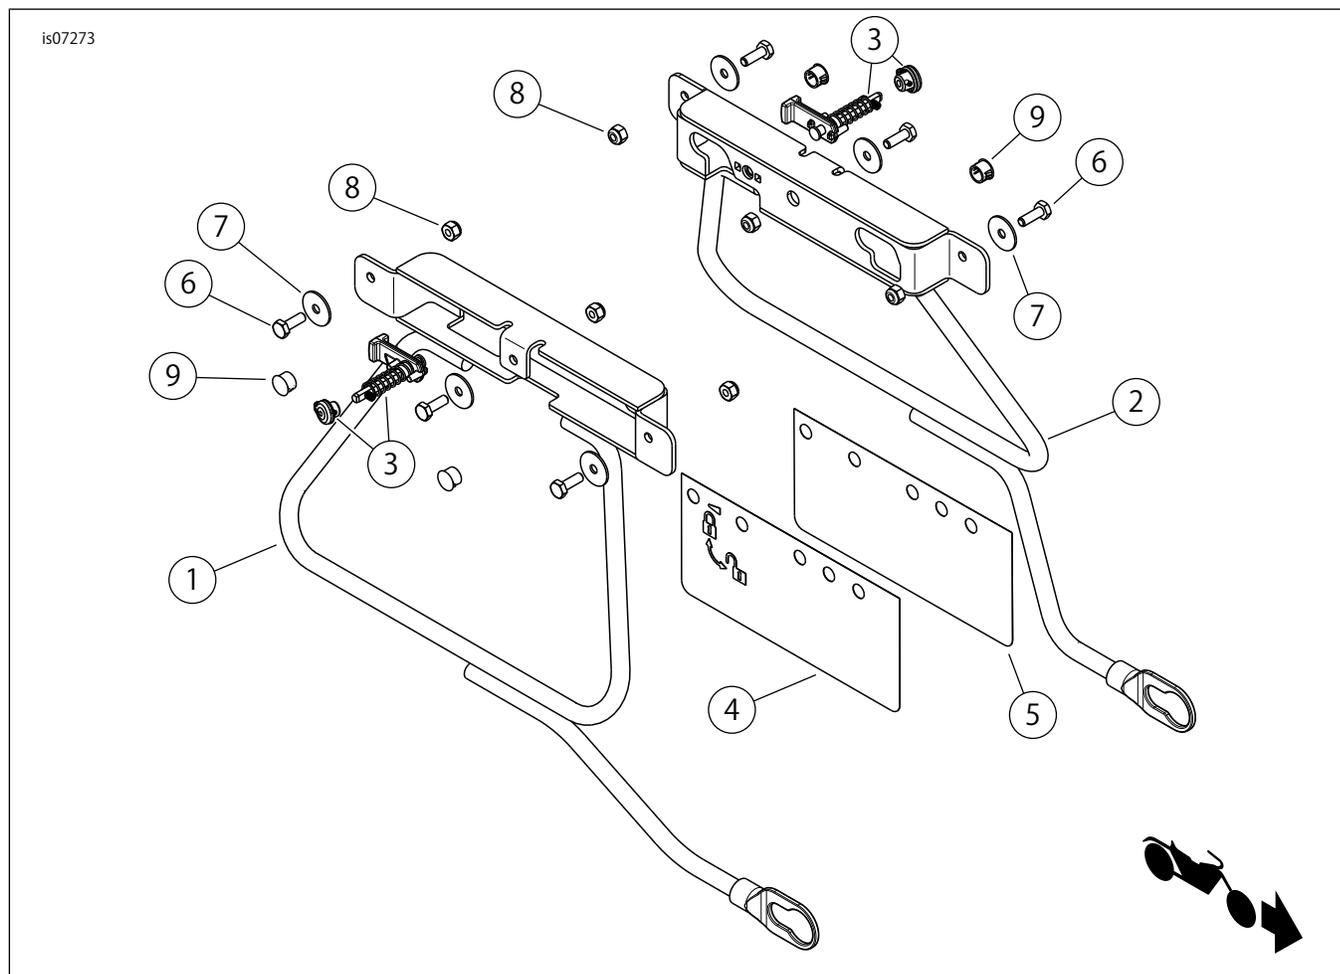

図7。交換用パーツ:ソフテイルデタッチャブルサドルバッグ変換キット
- j. 「図7」を参照してください。ラッチピン(3)を取り付けブラケットに挿入します。ラッチをブラケットに合わせ、四角の取り付け突起とブラケットの四角の穴を合わせます。スプリングをピンとラッチに取り付けます。